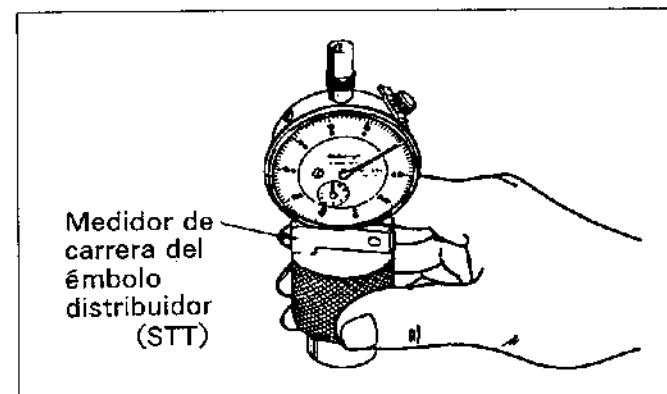

Figura.14-23 Ajuste del medidor de carrera del émbolo distribuidor
(3) Efectúe la carga previa del indicador de cuadrantes en el medidor de carrera del émbolo distribuidor (STT) y ponga la herramienta en una superficie completamente plana. (Vea la figura.14-23) Determine un punto de referencia o posición de inicio "cero" en el medidor y anote esta posición.